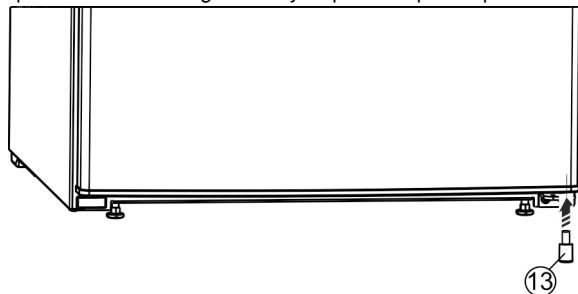

Fig. 9
- ▶ Réinstaller la butée Fig. 9 (13) en bas à droite sur le porte, car elle joue un rôle important dans la stabilité de l'appareil.